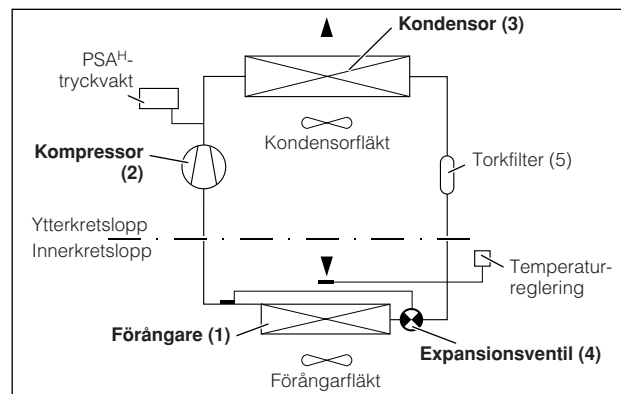

Bild 2: Kylkretslopp
Kylaggregatet (kompressionskylanläggning) består av fyra huvudkomponenter (jmf. bild 2): förångare (1), köldmediekompressor (2), kondensor (3) och styr- resp. expansionsventil (4), som är förbundna med rörledningar. Detta kretslopp innehåller köldmediet R134a (CH_2FCF_3) som är klorfritt och har ingen negativ inverkan på ozonskiktet.